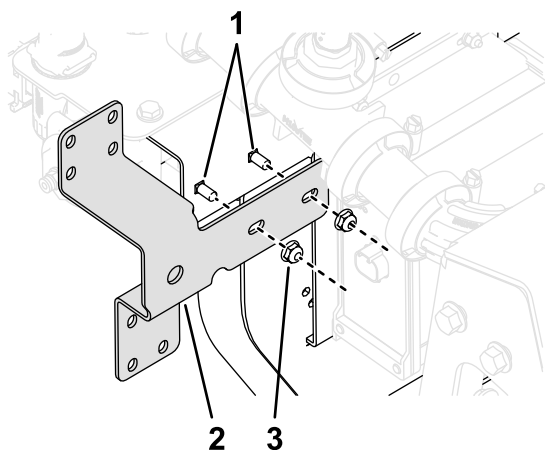

Figura 36
13. Instale la escuadra de la válvula de control en la máquina con 2 pernos de cuello cuadrado ($\frac{1}{4}$ "-20 \times $\frac{5}{8}$ ") y 2 contratueras ($\frac{1}{4}$ "-20), como se muestra en la Figura 36; apriete los pernos a 10-12 N·m.